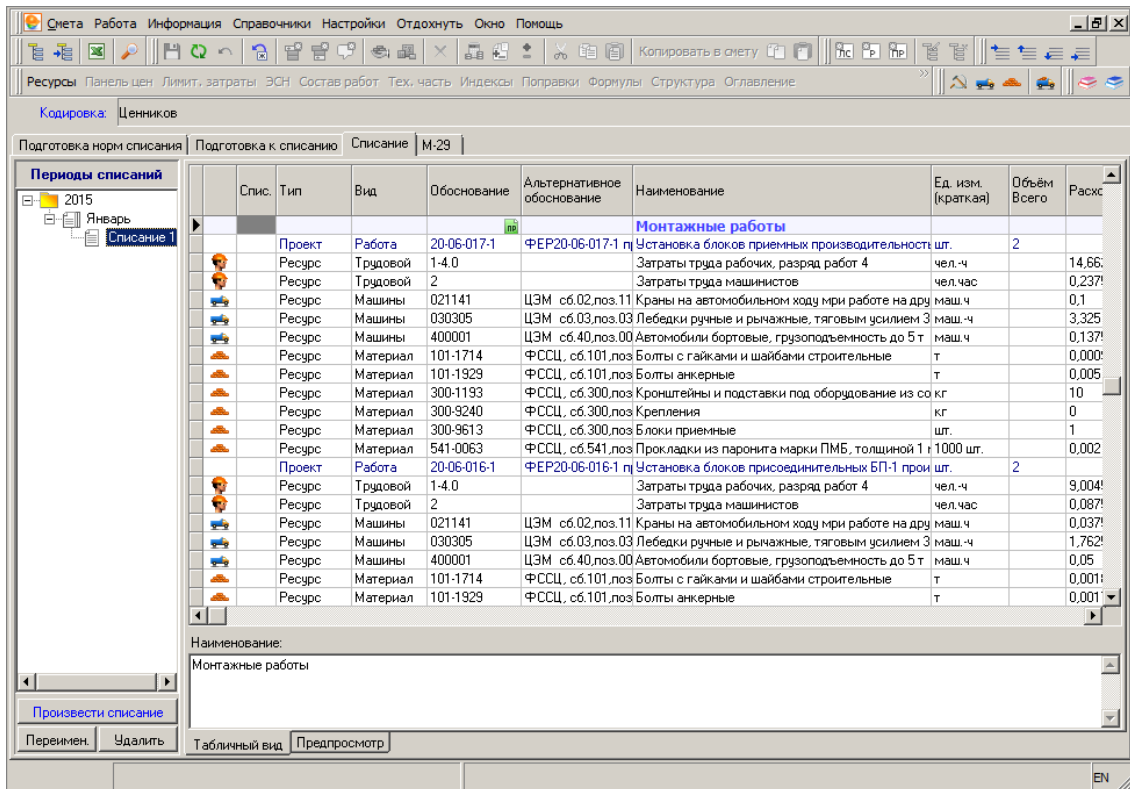

Рис. 5. Списание
4. После создания списания на вкладку **Списание** выводятся данные по списанию ресурсов за выбранный период (см. рис. 5).